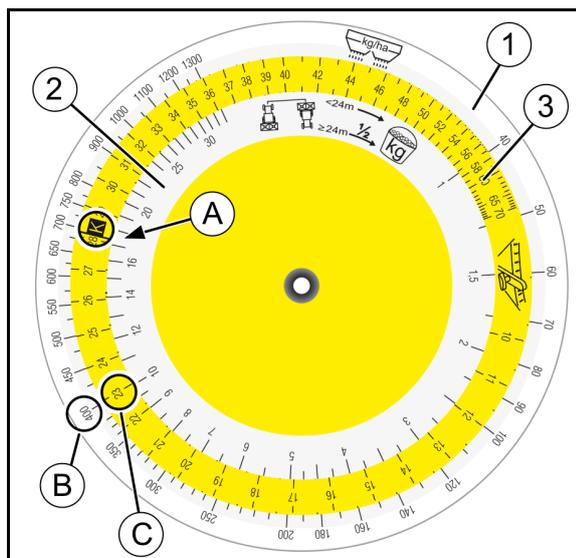

Fig. 59
7. Prenez la disquette de calcul pour le dispositif de contrôle de débit. Cherchez le nombre "17,5" (A) sur l'échelle graduée (Fig. 59/2) qui correspond aux quantités d'engrais recueillies [kg] et mettez-le en vis à vis avec la position "K" choisie (B) sur l'échelle graduée colorée (Fig. 59/3).
8. Recherchez le débit souhaité (400 kg/ha) (C) sur l'échelle graduée pour le débit (Fig. 59/1) et relevez la position des trappes requise (position) "23" (D).